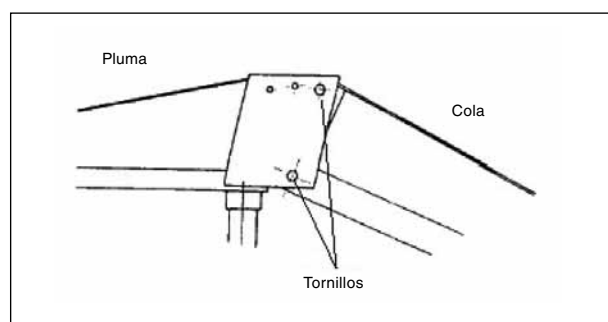

Figura 8. Unión entre la pluma y la cola de un pescante
- Unir la pluma con la cola en la posición adecuada, mediante dos tornillos. Ver Figura 8.